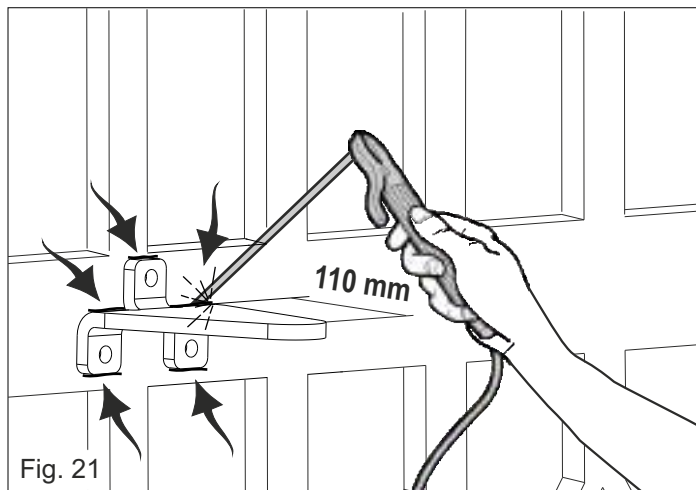

Fig. 21
- 2) Souder le support antérieur sur le portail en correspondance des points indiqués par les flèches (Fig. 21)